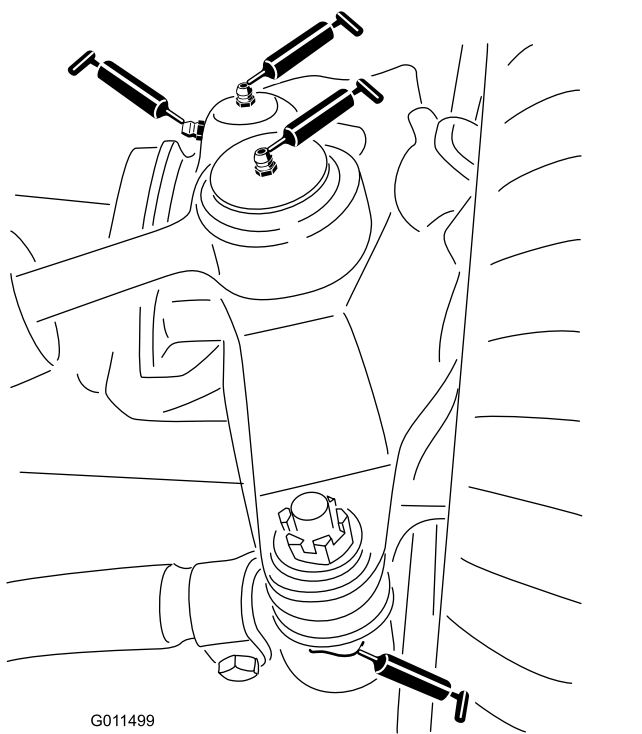

Figura 79
- Duas rótulas esféricas do cilindro da direção (Figura 79)
- Duas rótulas esféricas da barra de ligação (Figura 79)
- Dois casquilhos do pino principal (Figura 79).